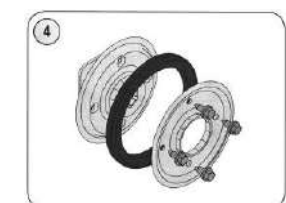

Figure 24
- 1) Retirez les quatre vis qui fixent ensemble les plaques latérales de la roue de friction. Voir la figure 24.